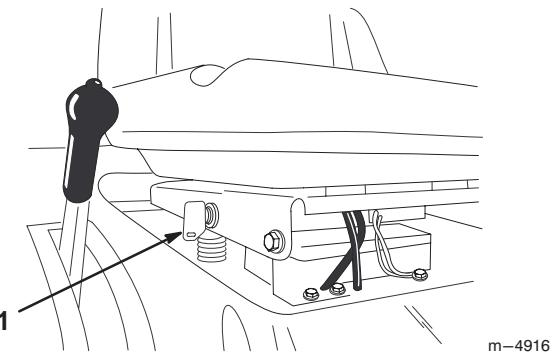

Bild 12
Wenn Sie im Rückwärtsgang den Zapwellenantrieb benötigen, können Sie diesen Sicherheitsschalter mit Hilfe des KeyChoice-Schalters beim Sitzbügel deaktivieren (Bild 12).
2. Stecken Sie den KeyChoice-Schlüssel in sein Schloss (Bild 12).